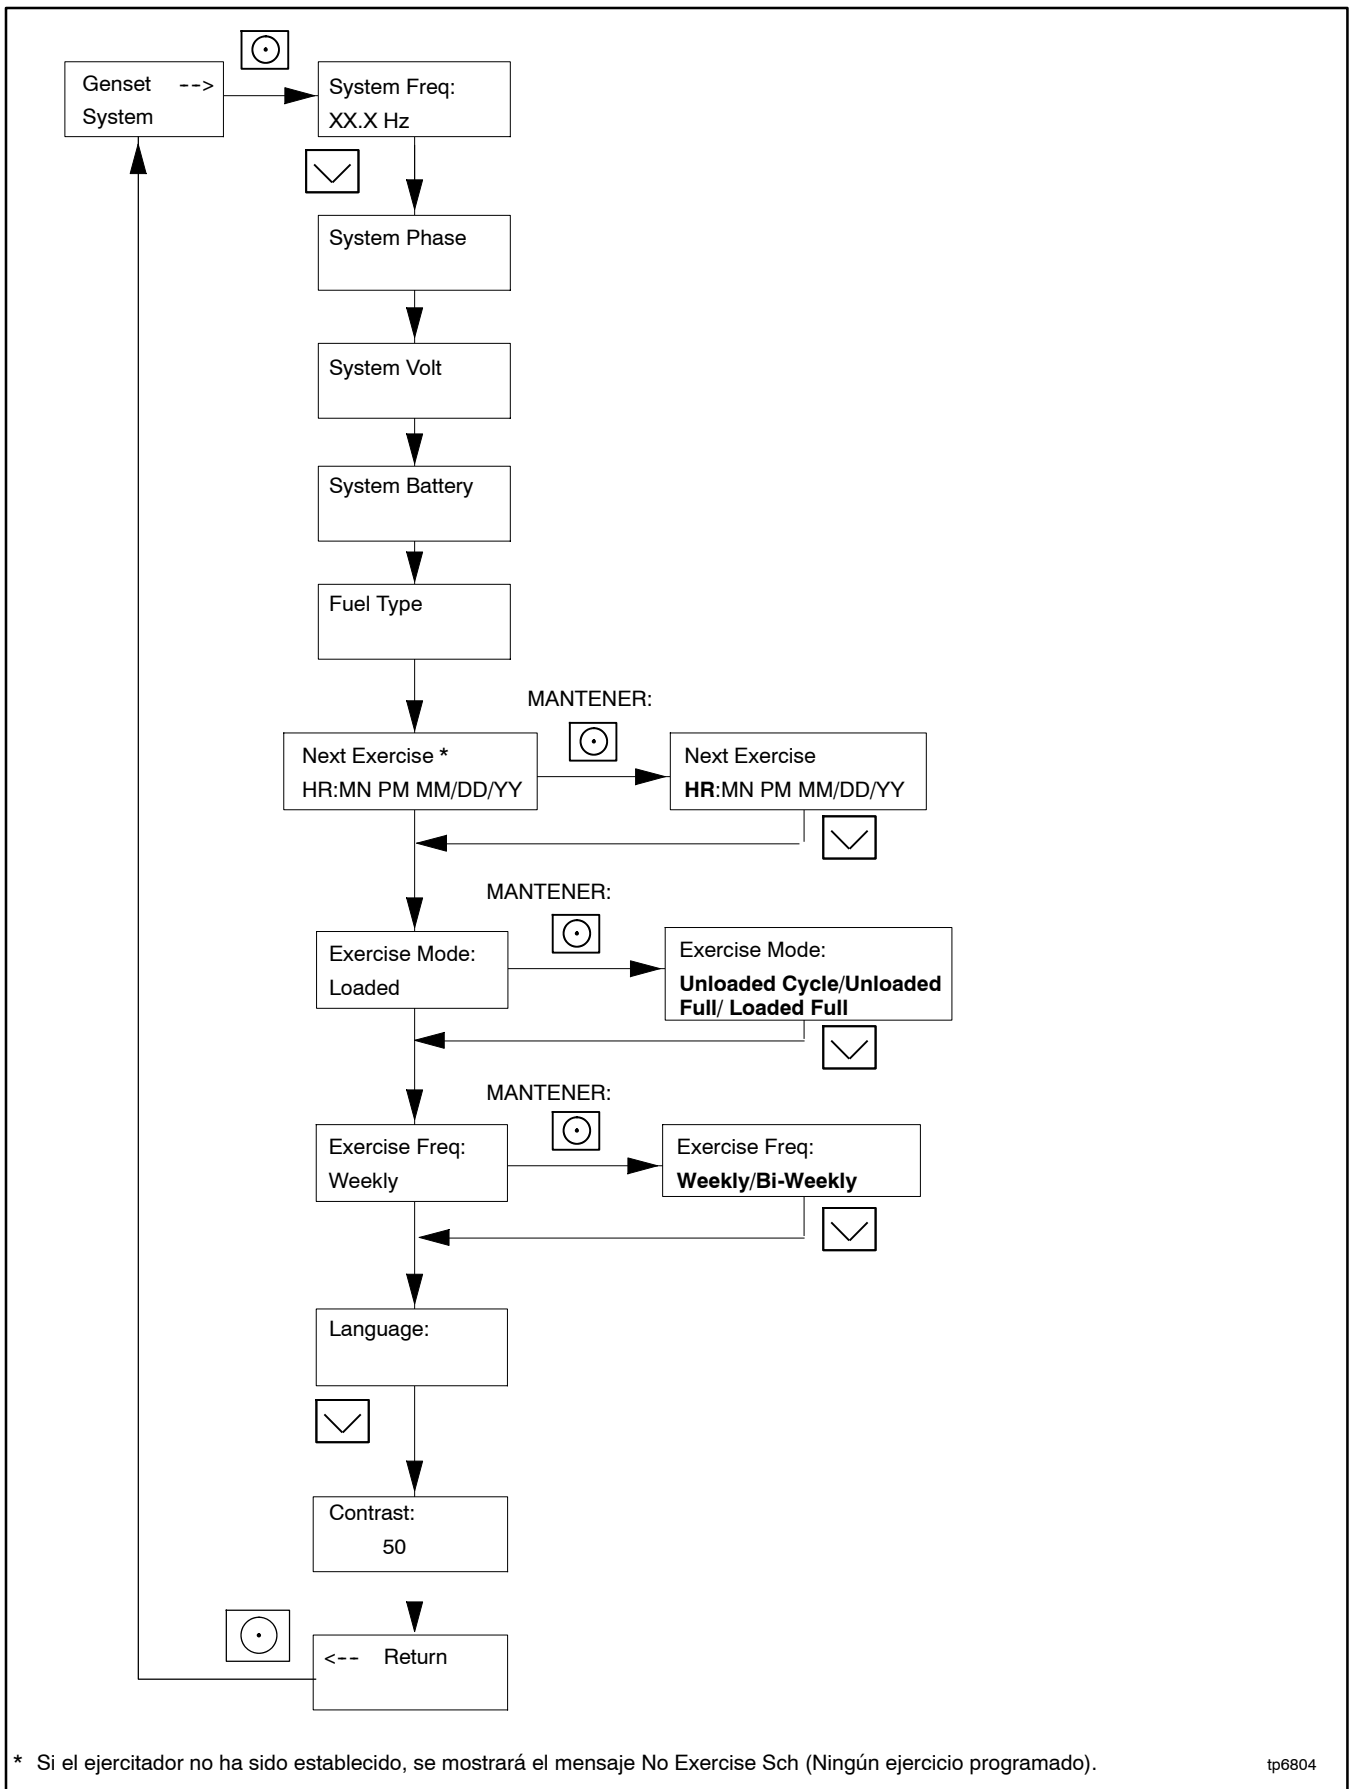

Figura 3-8 Procedimiento para establecer el ejercitador del controlador RDC2
Siga el procedimiento que se describe a continuación y consulte el diagrama de flujo en la Figura 3-8 para establecer la hora y fecha, modo y frecuencia.
4. Presione el botón Seleccionar para ingresar al menú del sistema del grupo electrógeno. Consulte la Figura 3-8.
12. Si el grupo electrógeno se encuentra conectado a un interruptor de transferencia modelo RXT de Kohler®, el ejercicio se puede cambiar a un ejercicio con carga. Establezca el modo de ejercicio como ciclo sin carga, completo sin carga o completo con carga (se requiere el modelo RXT ATS) tal como se muestra en la Figura 3-8. Se recomienda el ejercicio de ciclo sin carga. Consulte las secciones 2.4.2 a 2.4.4 para obtener información sobre los modos de ejercicios.